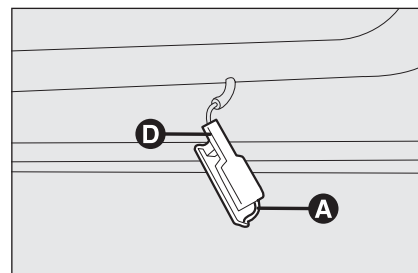

рис. 36
### ЛАМПЫ ОСВЕЩЕНИЯ ДВЕРНОГО ПРОЕМА (если имеются) рис. 36
- ❑ Выньте фонарь, нажав отверткой на защелку **A-рис. 36**;
- ❑ Соберите фонарь, вставив сначала передний конец **D-рис. 36**, а затем нажимая на другой конец до щелчка.